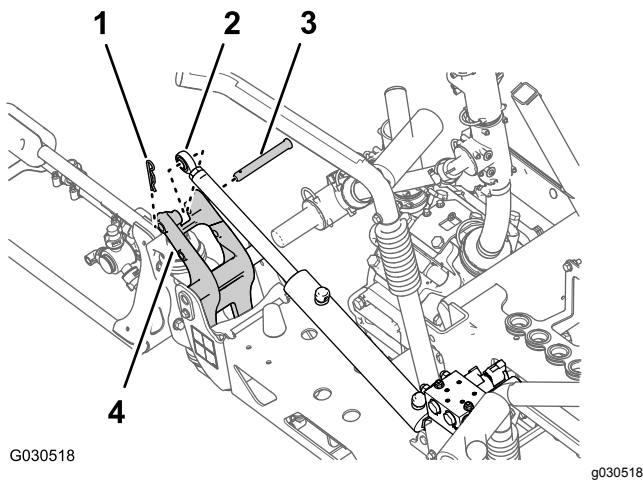

Рисунок 72
3. Удалите шплинт и шплинтуемый штифт, которые крепят конец штока подъемного цилиндра к кронштейну поворота (Рисунок 72).